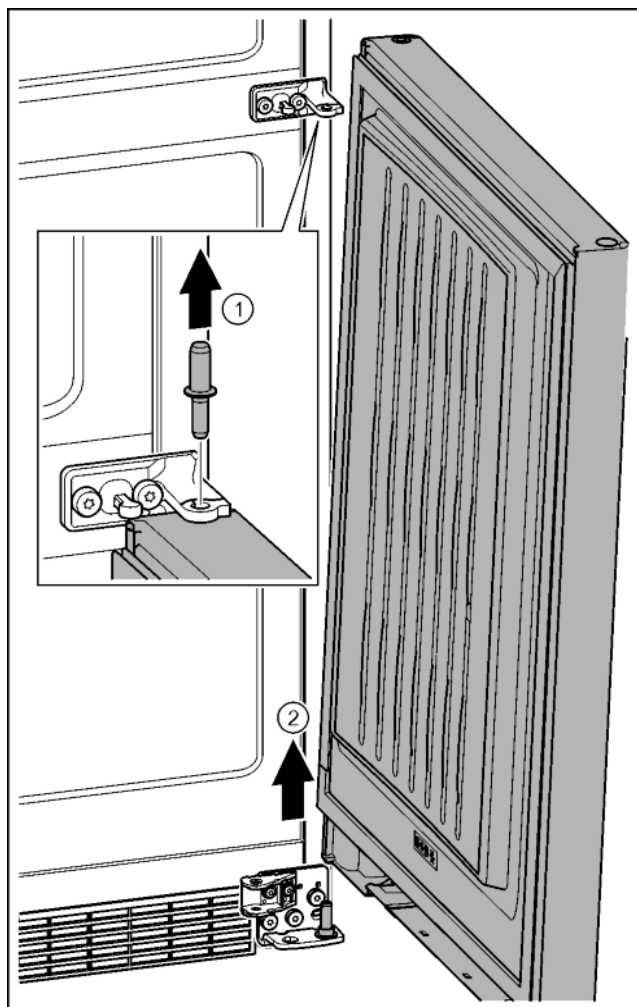

Fig. 26
- ▶ Витягніть гвинт догори. Fig. 26 (1)
- ▶ Відкрийте дверцята, зніміть рухом вгору та відкладіть убік. Fig. 26 (2)